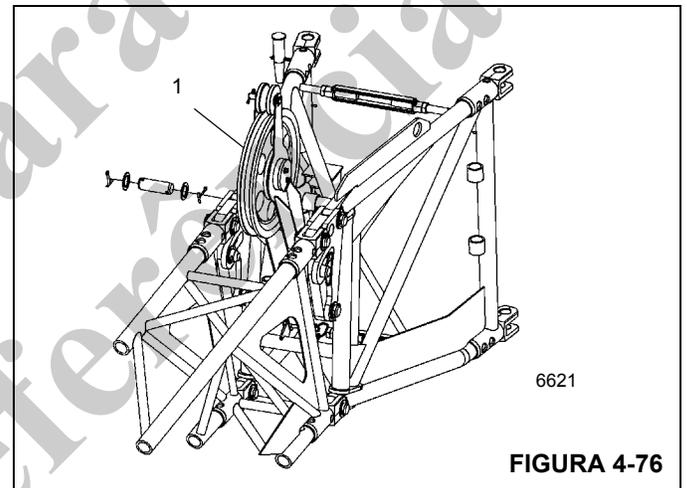

FIGURA 4-76
Na seção de 10,1 m (33 pés), há uma polia defletora na traseira (1) (Figura 4-76). Desdobre a polia defletora para operação com a lança articulada de 33 pés ou 56 pés a 20 graus ou 40 graus de deslocamento.